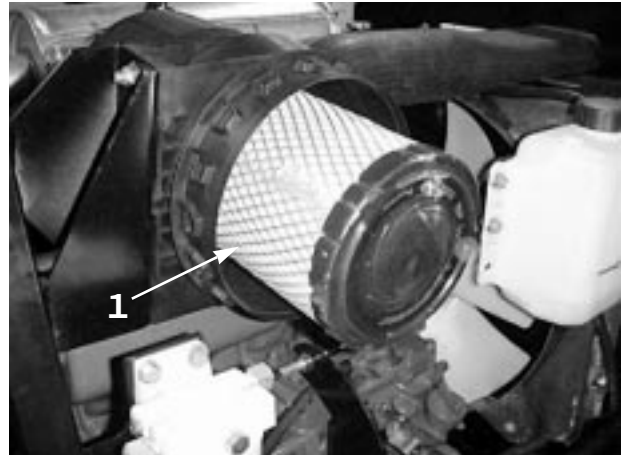
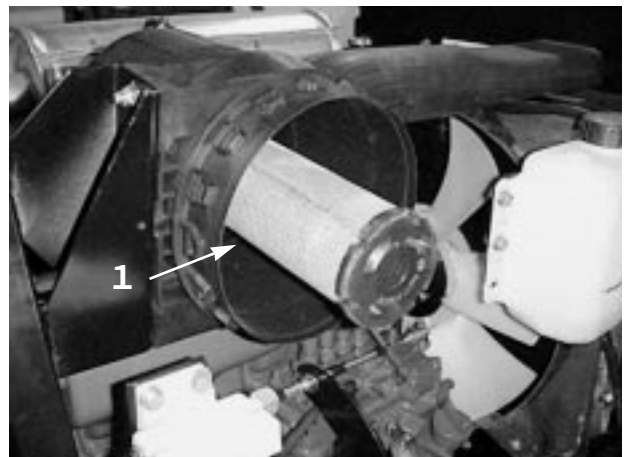

図 29
図 30
2. 一次フィルタ (図29) を静かに引き出す。ごみが落ちるので、フィルタをボディーに打ちつけないように注意すること。また、安全フィルタ (図30) は取り出さないこと。
重要 安全フィルタ (図30) は絶対に洗わないでください。安全フィルタは、一次フィルタの3度目の整備時に新品に交換します。